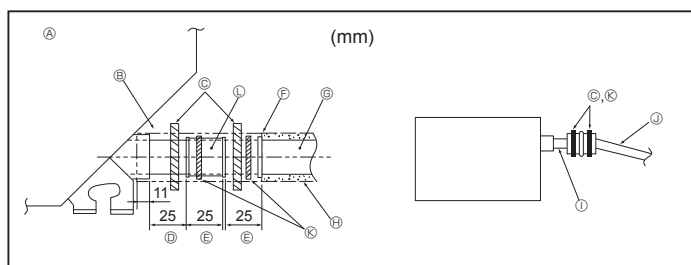

Fig. 3-2
- ① Tube en PVC, O.D. $\varnothing 38$ pour la mise en place groupée des tuyaux. (isolant de 9 mm ou plus)
1. Raccorder la prise d'écoulement (fourni avec l'appareil) au port de drainage. (Fig. 3-2) (Apposer le tube à l'aide de ruban adhésif en PVC puis le fixer avec une sangle.)